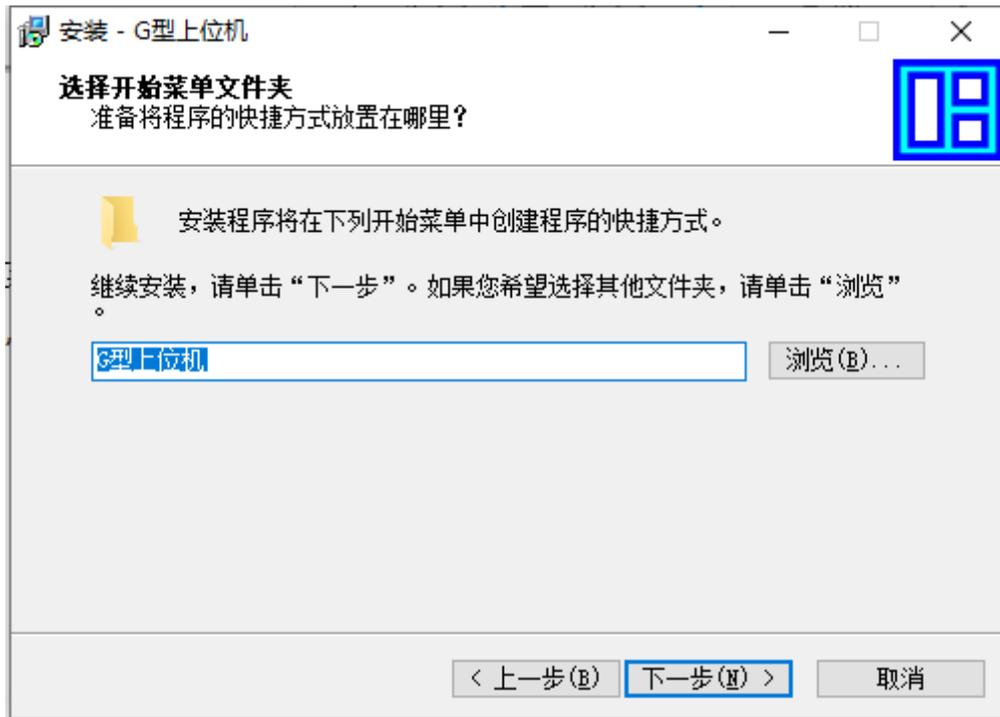

图 1-3
4、在弹出的菜单文件夹中，可以选择该软件的名称，名称可根据客户需要自定义更改。继续点击“下一步”，如图 1-3;